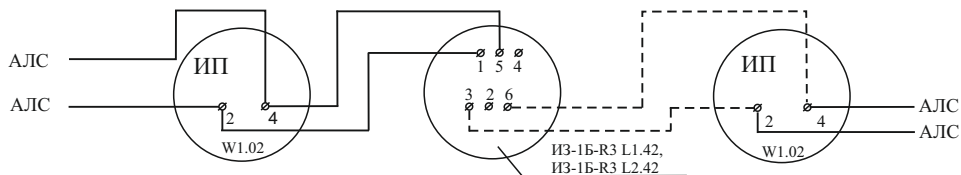

Рисунок 4
- выходящий конец – к клеммам 3 и 6 контактной группы (рисунок 4);